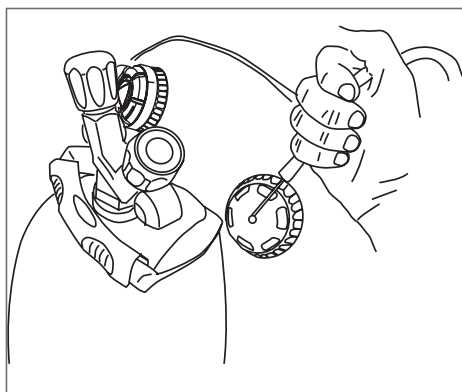

Fig. 31 Verificar el funcionamiento de la válvula de sobrepresión
5. Antes de cada inmersión, compruebe el correcto funcionamiento del grupo de mando y de las válvulas de sobrepresión, accionándolas a través del grupo de mando o del pomo de tracción (Fig. 31); verifique también la resistencia de la bolsa a la presión.